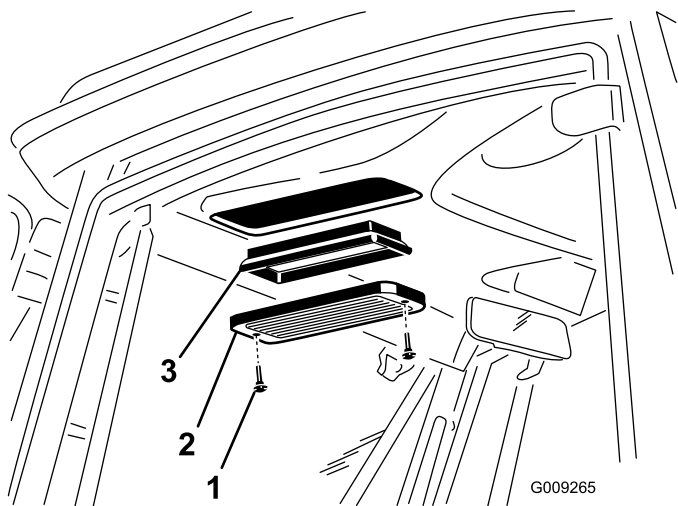

Figure 102
1. Retirez les vis à oreilles et les grilles des filtres à air intérieur et arrière de la cabine (Figure 102).